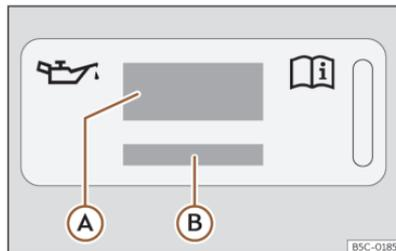

Abb. 220 Im Motorraum: Aufkleber mit Motoröl-Spezifikationen
Legende zur >>> (Abb. 220):
Wenn Motoröl nachgefüllt werden muss, verwenden Sie eines der auf dem Aufkleber angegebenen Motoröle >>> (Abb. 220). Der Aufkleber mit der vorgeschriebenen Motoröl-Norm befindet sich im vorderen Bereich des Motor-
- Wenn der Aufkleber mit den Motoröl-Spezifikationen >>> (Abb. 220) fehlt, wenden Sie sich an einen Fachbetrieb.